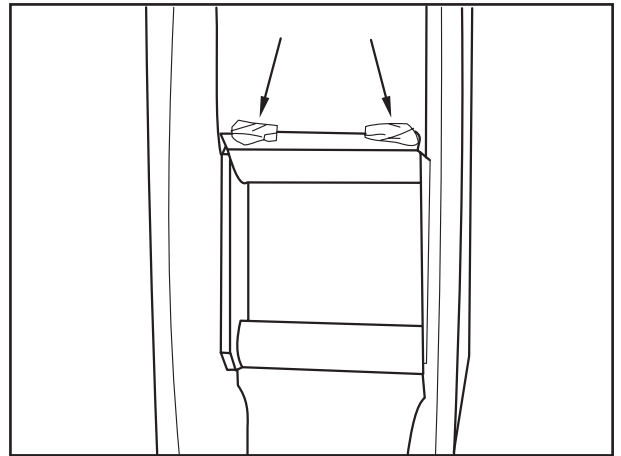

Рис. 19
- Прихватить опору сверху двумя короткими сварными швами (рис. 19/ стрелки), обращая при этом внимание на правильное положение держателя.